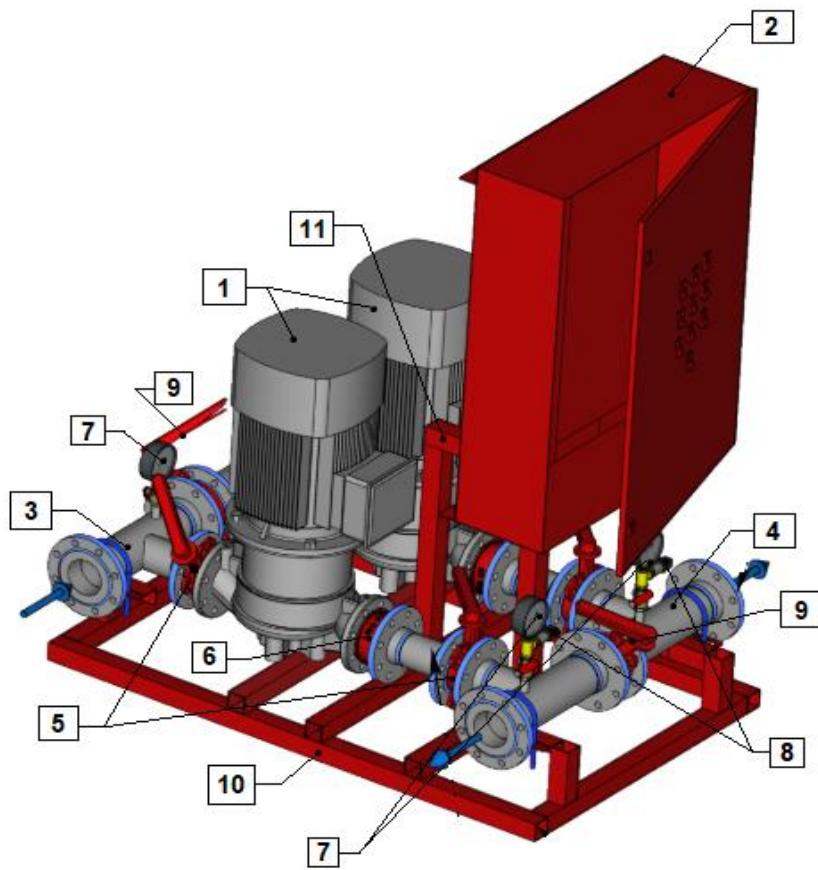

Рисунок 2 — Внешний вид установки насосной тип WaterJump-FS
Узел 1. Гидравлические и механические компоненты установки (см. рис.2): Установка размещена на каркасной раме (10). Она состоит из высоконапорных центробежных насосов (1), которые объединены с помощью всасывающего (3) и напорного коллекторов (4). На каждом насосе на стороне всасывания и нагнетания установлены дисковые затворы с сигнализаторами положения (5), на стороне нагнетания установлен обратный клапан (6) и преобразователь давления (8). Преобразователь давления (8) может быть смонтирован в корпусе насоса (1) или отсутствовать при соответствующей маркировке установки. На обоих коллекторах установлены манометры (7) и преобразователи давления (8) с необходимым резервированием, а также разделительные дисковые затворы с сигнализаторами положения (9). При соответствующей маркировке насосной станции дисковые затворы отсутствуют.